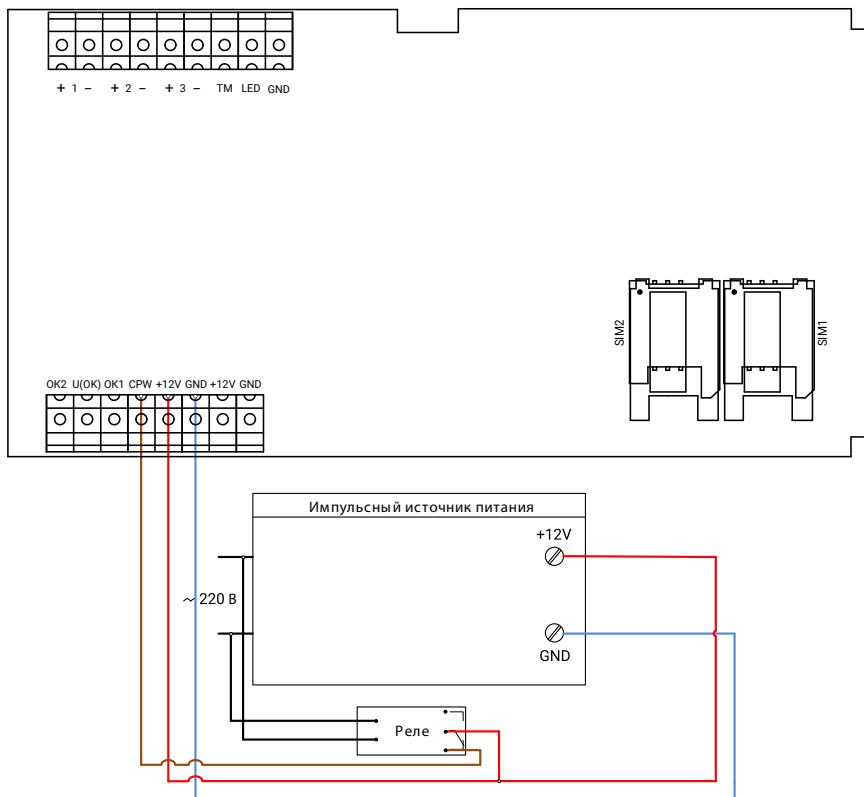

Рисунок 3. Схема подключения импульсного источника питания стороннего производителя
- *При использовании импульсного источника питания - подключите клемму панели «CPW», используя реле (см. рис. 3).*